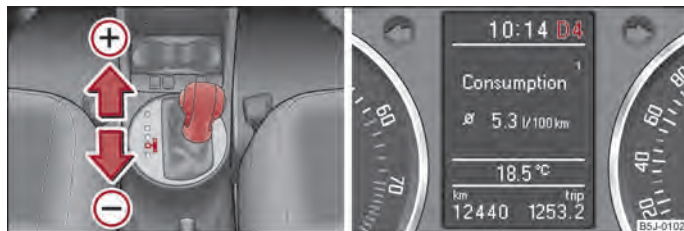

Fig. 89 Palanca selectora: cambio manual/pantalla informativa grande: cambio manual
La posición de la palanca selectora se visualiza junto con la marcha puesta en la pantalla informativa del cuadro de instrumentos → fig. 89, lado derecho.
- Presione ligeramente la palanca selectora (en la posición Tiptronic) hacia adelante → fig. 89 (+).